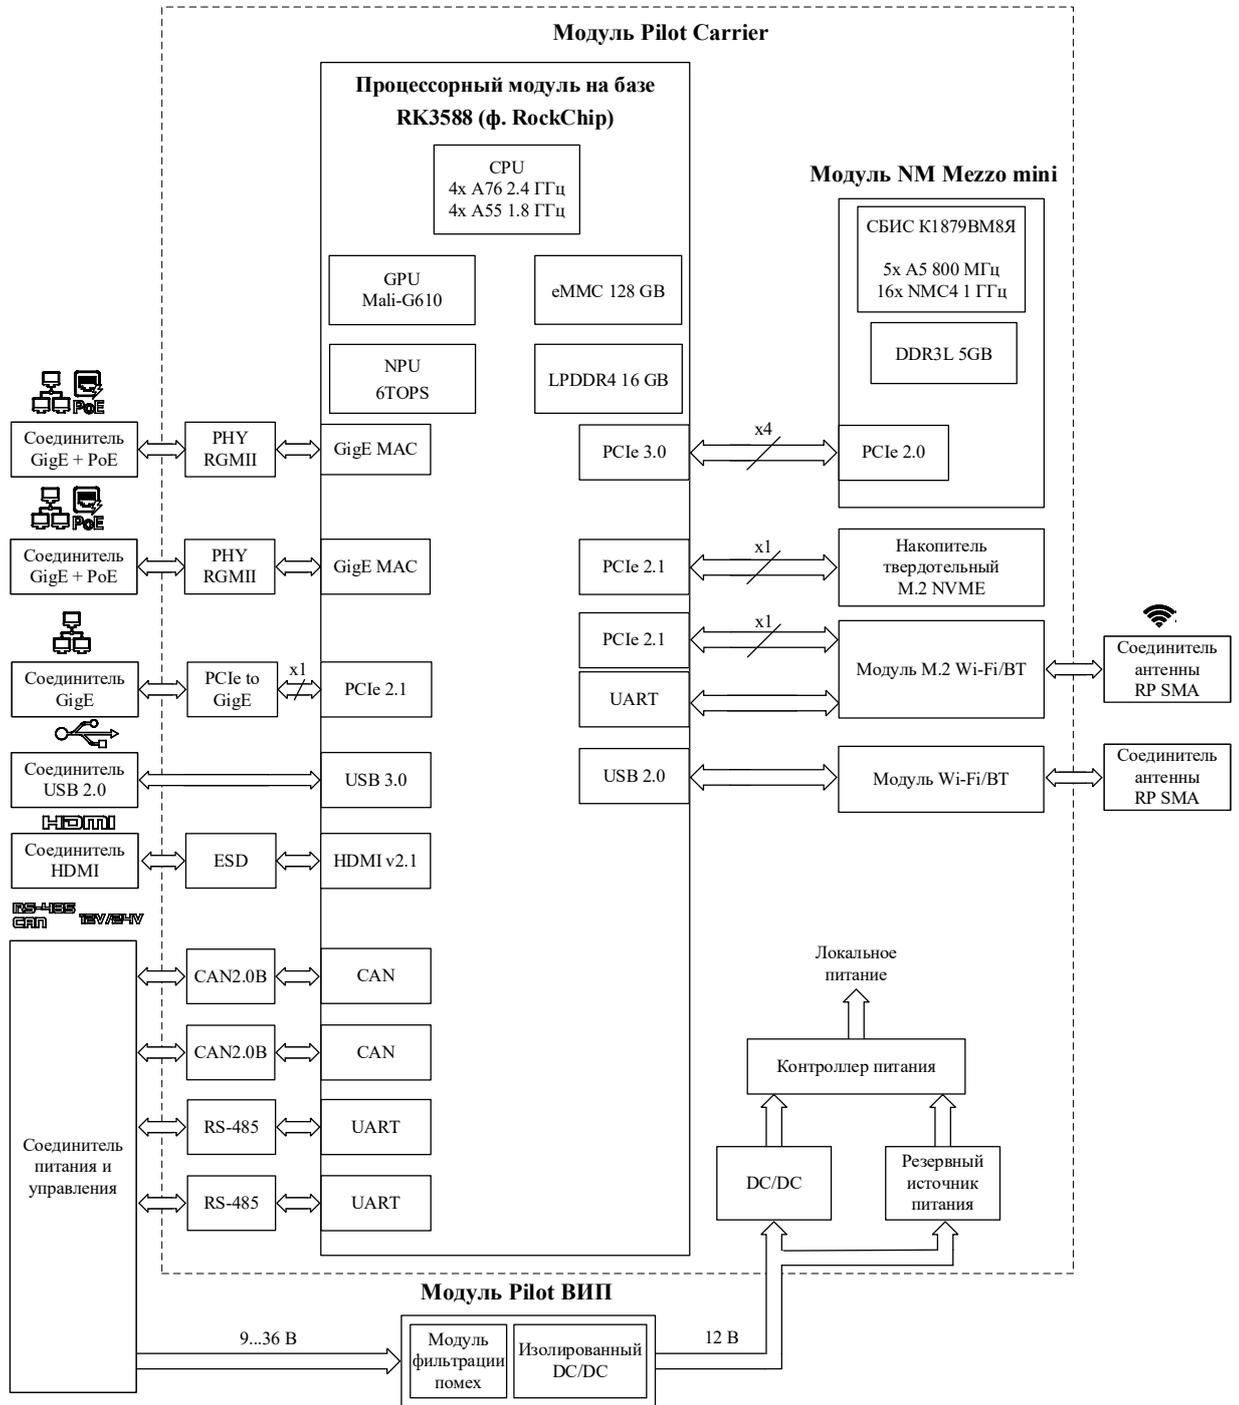

Рисунок 1.3 – Функциональная схема Изделия NM Pilot ЮФКВ.466531.007
1.4.8 Функциональная схема Изделия представлена на рисунке Рисунок 1.3.